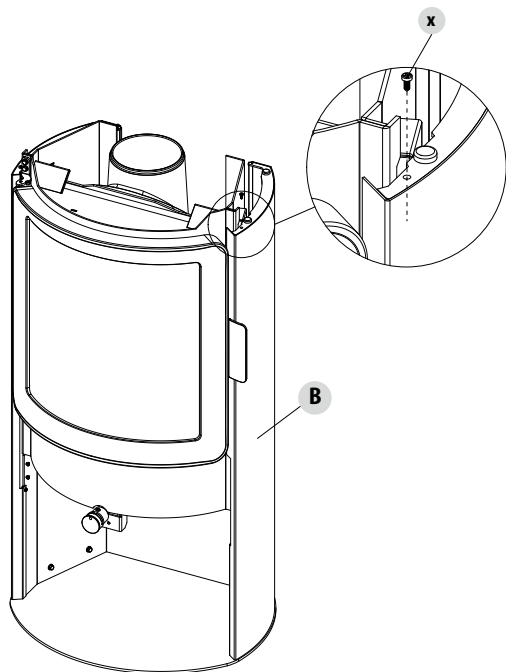

FIG. 5 - PANNELLO LATERALE - VITE SUPERIORE "X"
- togliere la vite superiore "x" (fig.5)